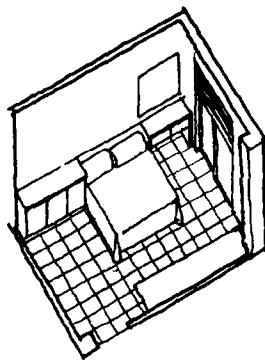

图 1-12 可加以建材纹理，分割的描绘，或加上阴影，则更加生动
⑥可以把家具材料纹理或地坪材料处理等表现出来,再加上阴影效果,那么这张斜角投影图就相当完整了,如图 1-12。